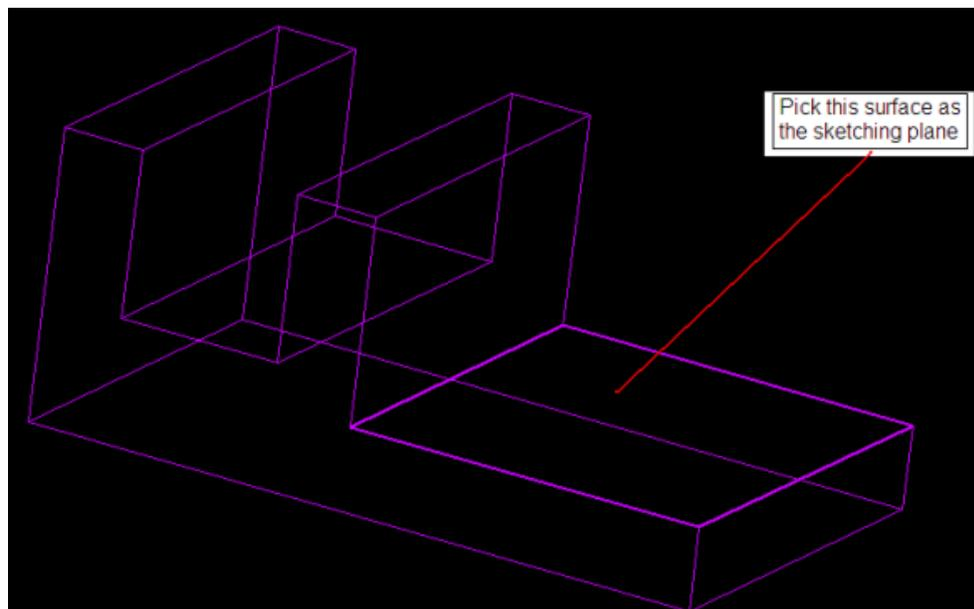

Figura 91.
16. Seleccionamos la cara superior de la base de nuestro diseño y con un clic con el botón derecho del mouse aceptamos la orientación del sistema de coordenadas que el sistema asigna por default, como se muestra en la *figura 91*.